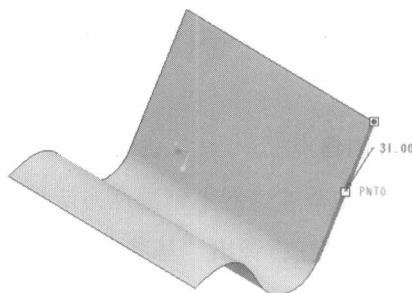

图 2-5 实数
- **实数：**基准点位置相对于所选边界端点进行偏移，也就是根据曲线实际长度，从端点位置开始计算点位置，如图 2-5 所示。测量得知，所选边界总的长度是 62，如图 2-6 所示。比率点的位置是 0.5，是边界长度的一半。